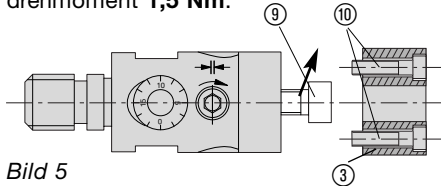

Bild 5
Die Zylinderschraube ⑨ entfernen. Das Zwischenstück ③ für den Klemmhalter zentrisch auf der Verstellplatte befestigen (Bild 5). Das Zwischenstück mit den Zylinderschrauben ⑩ befestigen, Anziehdrehmoment **1,5 Nm**.